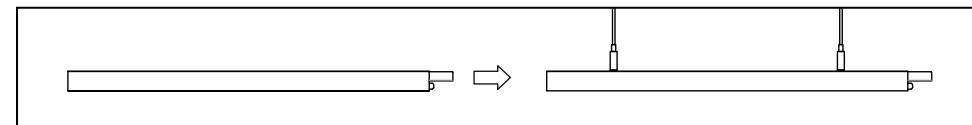

Рис. 3
- 5.12. Осветительные приборы оснащены сквозной проводкой для подключения в линию. После соединения двух осветительных приборов в линию необходимо закрепить соединитель двумя винтами (рис. 3).